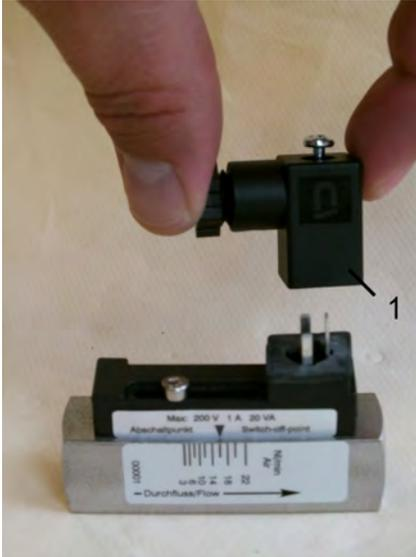

Abb. 21: Steckerdose abziehen
2. ➤ Steckerdose (Abb. 21) abziehen